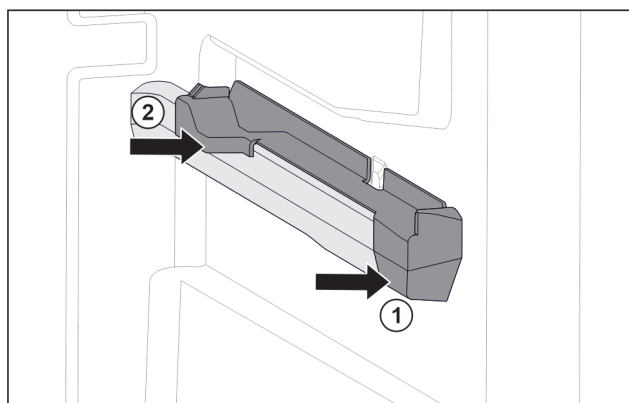

Fig. 108 Elemento inseribile sulla nervatura destra del contenitore
- Posizionare l'elemento inseribile sulla parte anteriore della nervatura del contenitore. Fig. 108 (1)
- Premere l'elemento inseribile sulla parte posteriore. Fig. 108 (2)